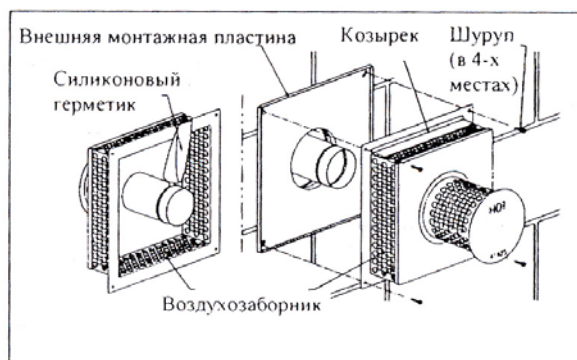

Рис. 11
10. Нанесите кольцо RTV герметика приблизительно в 2.5 см. от края 76 мм. трубы на обратной стороне воздухозаборника. Вставьте эту трубу в 76мм телескопическую трубу в стене до положения, когда воздухозаборник коснется внешней монтажной пластины, при этом козырек воздухозаборника и надпись "НОТ" на его крышке должны быть сверху. Закрепите воздухозаборник и пластину на стене четырьмя шурупами 4x25 (см. рис. 11). В зависимости от материала стены возможно использование иных дюбелей и шурупов.